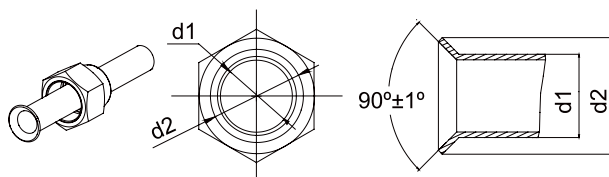

Fig. 9
- (1). Corte a tubagem de ligação com o corta-tubos e remova as rebarbas.
- (2). Segure a tubagem virada para baixo para evitar que as aparas entrem na tubagem.
- (3). Remova as porcas de alargamento na válvula de paragem do equipamento interior e dentro do saco de acessórios do equipamento interior. Em seguida, insira na tubagem de ligação, alargando depois a tubagem de ligação com um abocardador.
- (4). Verifique se a parte alargada está distribuída uniformemente e se não existem fendas (consulte a Fig. 9).